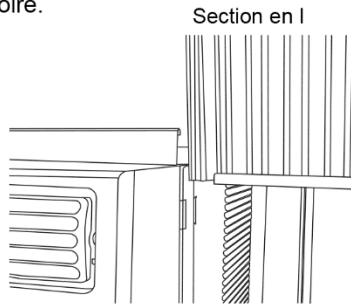

Fig. 2
- B. Faites glisser l'extrémité libre en « I » du panneau directement dans le caisson, tel qu'illustré à la figure 2. Glissez le panneau vers le bas. Assurez-vous de laisser assez d'espace pour glisser le haut et le bas du cadre dans les montants sur l'armoire.